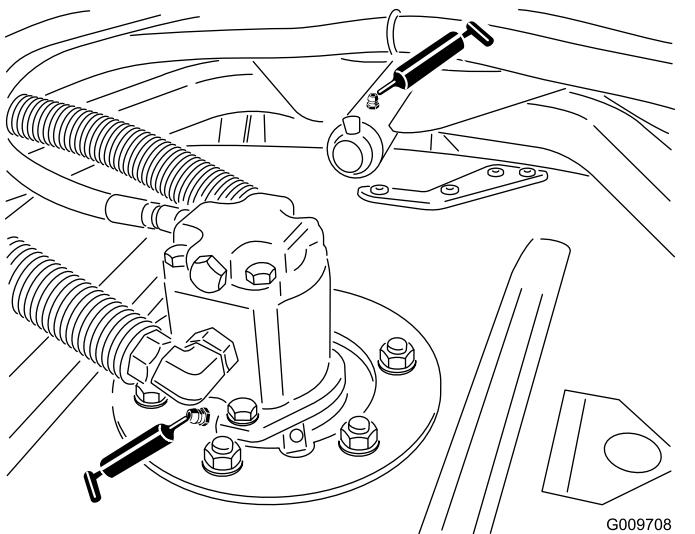

図 47
- カッティングユニットのスピンドルシャフトのベアリングユニット1台に1ヶ所 図 47。
- カッティングユニットのキャリアアームのブッシュユニット 1 台に 1ヶ所 図 47。